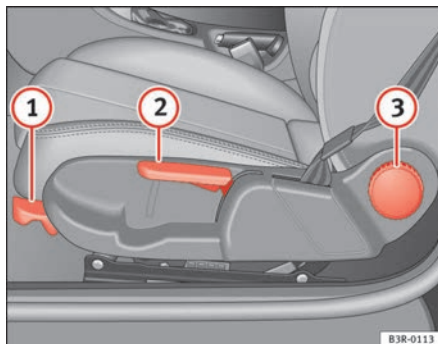

Abb. 104 Bedienelemente am Fahrersitz
- Ziehen Sie den Hebel ① ⇒ Abb. 104 hoch und schieben Sie dabei den Sitz in die gewünschte Position.
- Lassen Sie den Hebel ① los und schieben Sie den Sitz weiter, bis die Sitzverriegelung einrastet.
- Ziehen Sie den Hebel ② ⇒ Abb. 104 mehrmals nach oben, bis die gewünschte Position erreicht ist.
- Drehen Sie das Handrad  ⇒ Seite 136, Abb. 104, um die Neigung der Lehne entsprechend einzustellen.